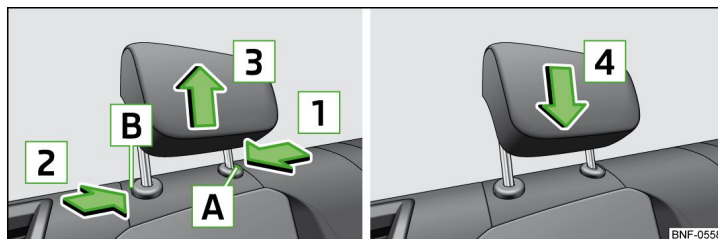

Bild 47 Nackstöd bak: demontering och montering
- Tryck och håll in spärren **A** i pilens riktning **1** » bild 47.